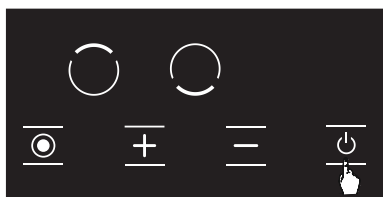

Рисунок 11
1. Нажмите кнопку **0**, чтобы выключить варочную панель. (см. Рис. 11)